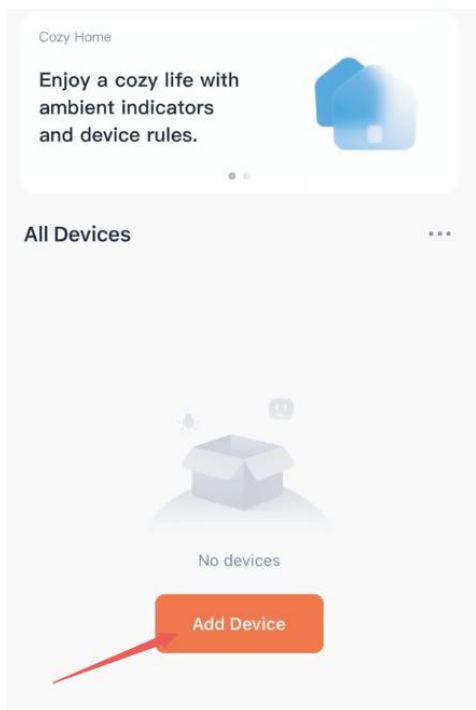

figura B-1
1. Quando il prodotto è in funzione, mantenere il Bluetooth attivo, aprire “Tuya Smart”; apparirà un link, quindi fare clic su “Aggiungi dispositivo” come mostrato nella figura B-1.